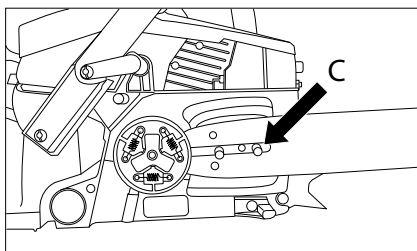

Рис. 6
4. Встановіть шину таким чином, щоб прорізи шини збіглися з обома гвинтами (С) (рис. 6).